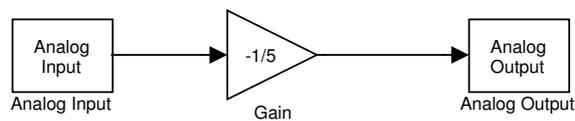

Figura 2.9: Estrutura em SIMULINK para a exportação de dados e conversão em sinais analógicos.
2. Construa um diagrama de blocos em SIMULINK como aquele mostrado na figura 2.9.